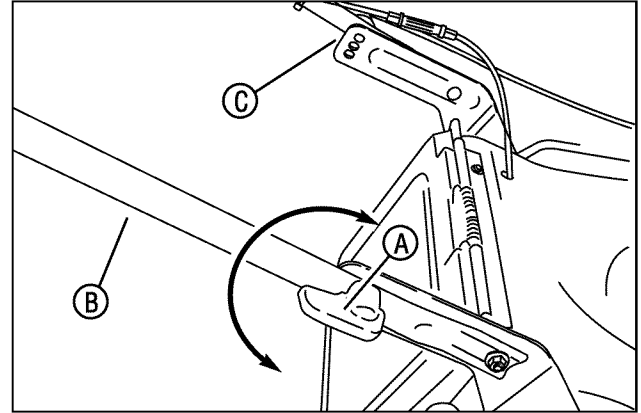

Figura 5: ajuste de la altura de la manija
1. Gire las dos levas de sujeción (A, Figura 5) un cuarto de vuelta, para desbloquear el conjunto de la manija (B).
2. Alinee el conjunto de la manija con uno de los tres agujeros de ajuste de la altura de la manija (C) ubicados en los soportes de montaje.